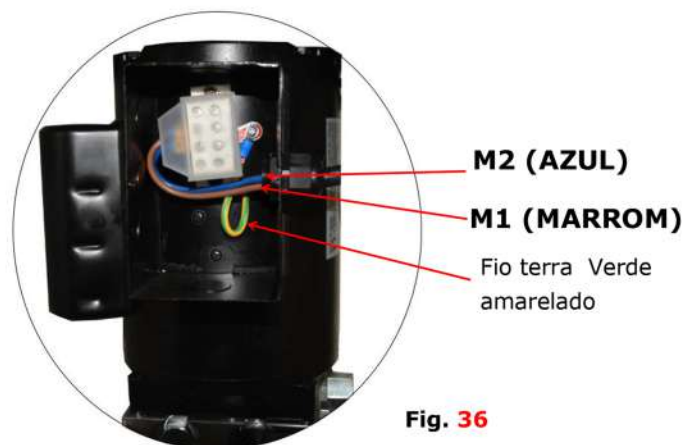

Fig. 36
3.2 Conexão do fio de 220V da unidade de energia hidráulica (Ver Fig. 36).
3.2. Diagrama de circuito de 220V (Ver Fig. 36).